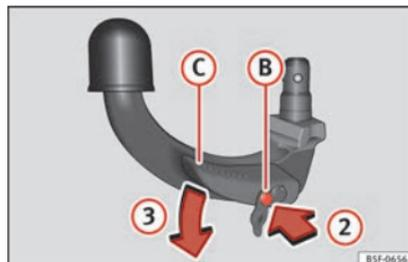

Abb. 227 Schritt 2
- Drücken Sie den Entriegelungsbolzen ② in Pfeilrichtung ② und gleichzeitig den Hebel ③ in Pfeilrichtung ③ bis zum Anschlag » **Abb. 227**.